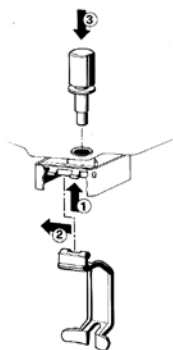

Рисунок 6
- Гравитационный кран:** установите ручку крана (1 – 2) и шток с уплотнением (3) (см. рис. 6)